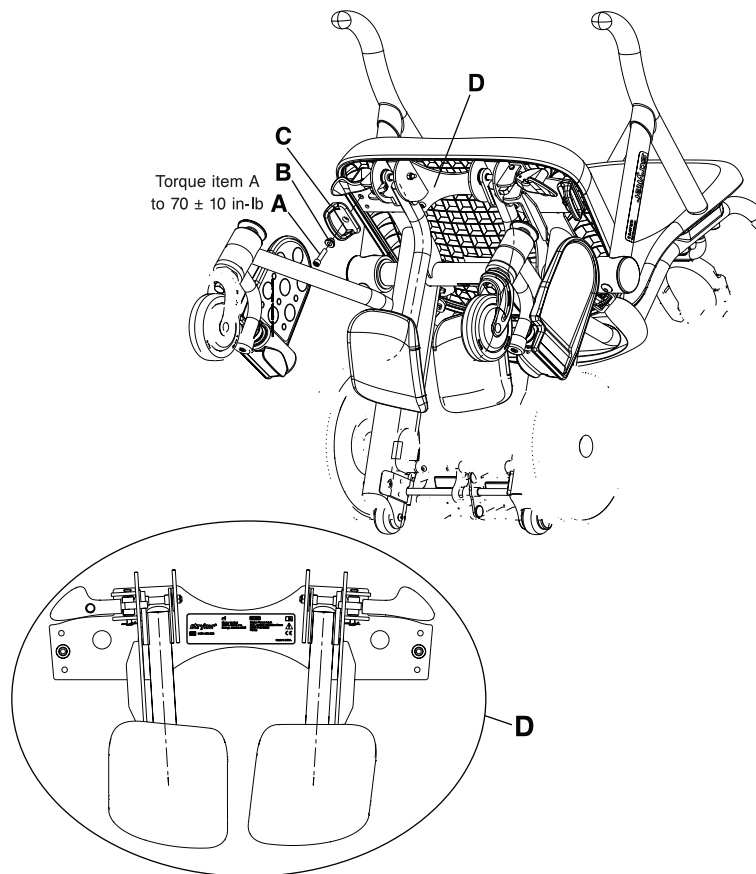

Figura 6-36: Piastra di montaggio dei poggiatesta
3. Se il prodotto è dotato del gancio per sacca per catetere Foley, adoperare la chiave a brugola da 3/16" per rimuovere le viti con testa a bottone flangiata (A) che fissano i ganci su entrambi i lati del telaio della sedia. Eliminare i due ganci per sacca per catetere Foley (C) e le relative viti (A) (Figura 6-36 a pagina 6-55).
4. Posizionare la piastra di montaggio dei poggiatesta in dotazione (1460-166-0 05) (D) nella parte inferiore del telaio della sedia (Figura 6-36 a pagina 6-55).
5. Allineare le linguette di posizionamento alla base dei ganci per sacca per catetere Foley in dotazione (1460-001-051) (C) con i fori pilota che si trovano sulla piastra di montaggio dei poggiatesta (Figura 6-36 a pagina 6-55).
6. Inserire l'apposito distanziatore in dotazione (1460-116-0 25) (B) nel foro del gancio per sacca per catetere Foley (Figura 6-36 a pagina 6-55).
7. Con la chiave a brugola da 1/4" e le viti con testa a esagono incassato in dotazione (0004-575-000) (A), fissare il gancio per sacca per catetere Foley e la piastra di montaggio dei poggiatesta alla parte inferiore del telaio della sedia, da entrambi i lati. Serrare le viti a  $70 \pm 10$  in-lb ( $8 \pm 1,1$  Nm) con la chiave dinamometrica da 3/8".
4. Rimuovere con la chiave a brugola da 1/4" le viti con testa a esagono incassato (A) che fissano i ganci per sacca per catetere Foley e la piastra di montaggio dei poggia gamba ai due lati del telaio della sedia. Rimuovere la piastra di montaggio dei poggia gamba (D), il distanziatore del gancio per sacca per catetere Foley (B) e il gancio stesso (C) (Figura 6-36 a pagina 6-55). Mettere da parte la piastra di montaggio dei poggia gamba, le viti, i distanziatori e i ganci per sacca per catetere Foley.